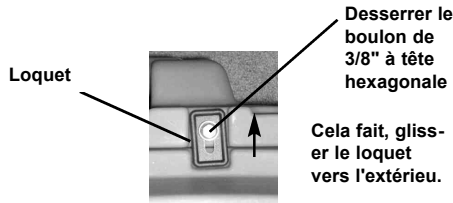

FIGURE 2
1. À l'aide d'une clé de 3/8", desserrer les 8 loquets qui retiennent le panneau d'ouïe d'aspiration. Voir la Figure 2.